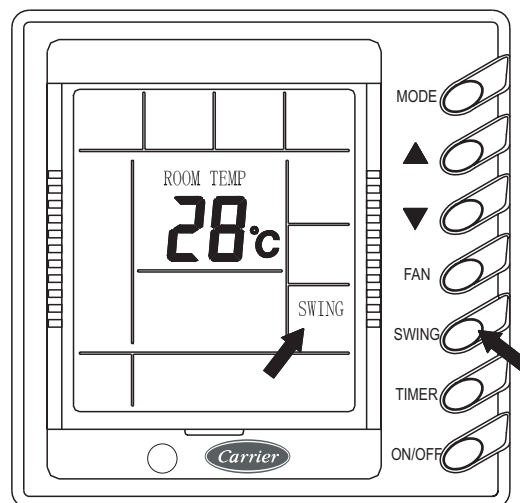

Fig. 5-V
4. Ajuste de la Función Oscilación de Difusores (SWING) (Fig. 5-V)